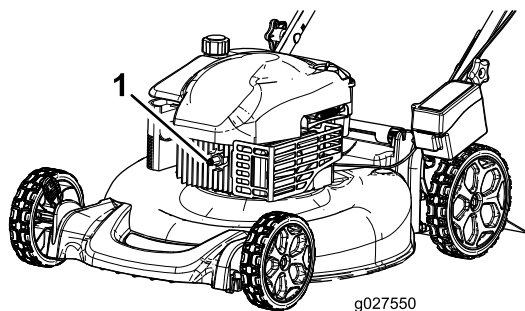

Figura 21
2. Staccate il cappellotto dalla candela (Figura 21) prima di eseguire interventi di manutenzione.